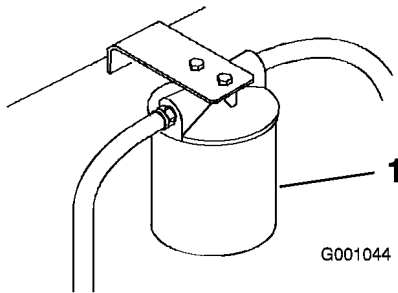

Bild 67
3. Stellen Sie eine Auffangwanne unter den Filter, bauen Sie den alten Filter aus und wischen Sie die Dichtungsfläche des Filterstutzens sauber (Bild 67).